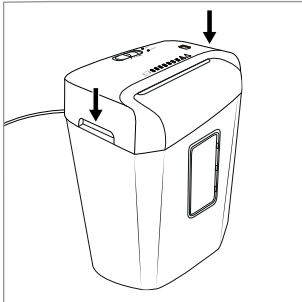

Fig. 1
- ◆ Saisissez le dispositif de coupe **5** au niveau des deux poignées encastrées intégrées **7** et placez-le sur le collecteur **10** de manière à ce que le cordon d'alimentation **1** pointe vers l'arrière et que la fenêtre de contrôle **9** du collecteur **10** pointe vers l'avant (voir fig. 1).